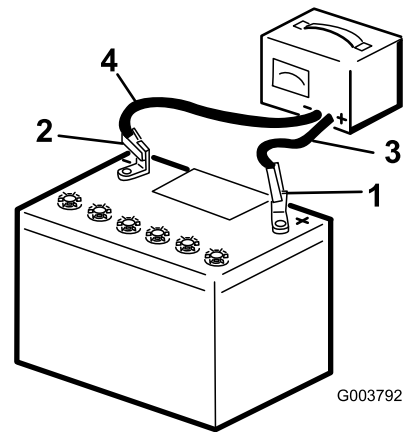

Bild 7
2. Ziehen Sie den Stecker des Ladegeräts aus der Steckdose, wenn die Batterie voll geladen ist. Klemmen Sie dann die Klemmen des Ladegeräts von den Batteriepolen ab (Bild 7).
1. Schließen Sie ein Ladegerät an die Batterie an (Bild 7) und laden Sie sie mindestens 1 Stunde mit 6 bis 10 A auf. Überladen Sie die Batterie nicht.